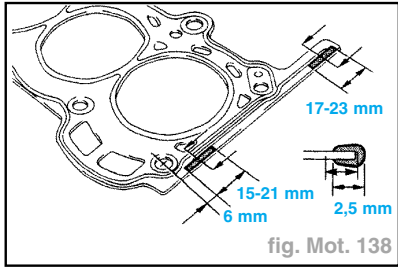

fig. Mot. 138
- Appliquer de la pâte étanchéifiante sur un joint de culasse neuf, comme illustré (fig. Mot. 138).